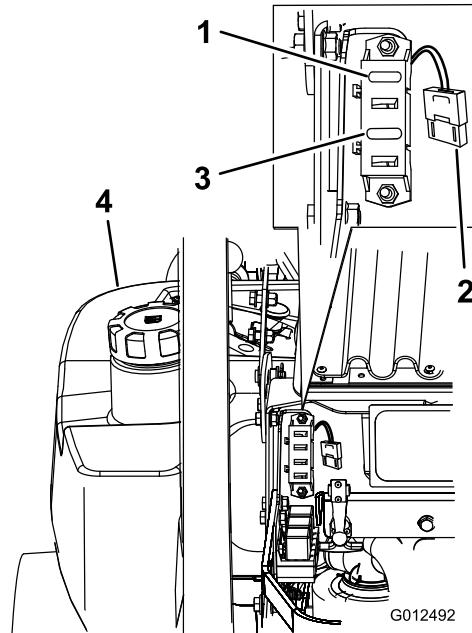

Bild 70
1. Entriegeln Sie die Motorhaube und heben Sie sie an, um die Sicherungsfassung zugänglich zu machen (Bild 70).
3. Setzen Sie eine neue Sicherung ein (Bild 70).